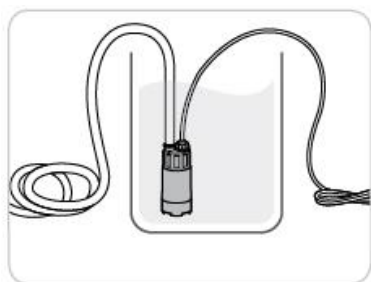

Рисунок 37
3. Опустите насос в емкость, из которой необходимо перекачивать жидкость (смотрите рисунок 37 ниже), а топливораздаточный пистолет/трубку из нержавеющей стали - в емкость, куда необходимо ее перекачивать.